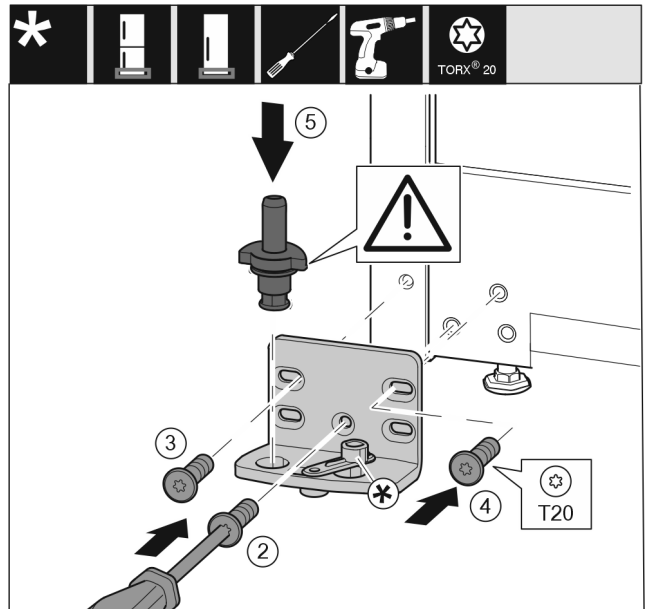

Fig. 22 *
- ▶ Встановіть опорний кронштейн з іншого боку та прикрутіть його за допомогою викрутки. Почніть із гвинта Fig. 22 (2), що розташований знизу посередині.*
- ▶ Закрутіть гвинт Fig. 22 (3) і гвинт Fig. 22 (4).*
- ▶ Повністю вставте опорний гвинт Fig. 22 (5). При цьому виступ фіксатора повинен бути спрямований назад.*
- ▶ Встановіть опорний кронштейн з іншого боку та прикрутіть його за допомогою викрутки. Почніть із гвинта (2), що розташований знизу посередині.*
- ▶ Закрутіть гвинт (3) і гвинт (4).*
- ▶ Повністю вставте опорний гвинт (5). При цьому виступ фіксатора повинен бути спрямований назад.*